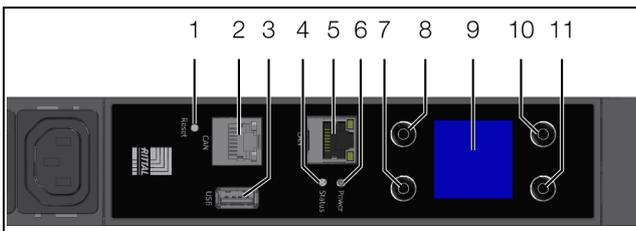

Abb. 19: Bedien- und Anzeigeelemente sowie Anschlüsse PDU metered/switched/managed
Die Bedien- und Anzeigeelemente sind in Abb. 19 dargestellt. Hierbei richtet sich die Anzeigerichtung des Displays sowie die Belegung der vier Tasten seitlich neben dem Display nach der Montagerichtung der PDU. In der Legende zu Abb. 19 ist die Tastenbelegung für den Montagefall dargestellt, dass der elektrische Anschluss der PDU unten liegt. Wird die PDU so montiert, dass der elektrische Anschluss oben liegt, wird die Belegung der Tasten 7 und 10 sowie 8 und 11 getauscht. Die aktuelle Belegung der Tasten wird am Display entsprechend angezeigt.
In der Front der PDU ist eine Multi-LED zur Statusanzeige integriert (Abb. 19, Pos. 4). Des Weiteren sind am CAN-Bus-Anschluss (Abb. 19, Pos. 2) sowie an der Ethernet-Schnittstelle (Abb. 19, Pos. 5) weitere LEDs angeordnet.
- Schließen Sie das Gerät mit einem Netzwerkkabel über die Ethernet-Schnittstelle an Ihren Computer an (Abb. 19, Pos. 5).
- Verbinden Sie die PDU mit einem Netzkabel mit Ihrem Ethernet-LAN (Abb. 19, Pos. 5).